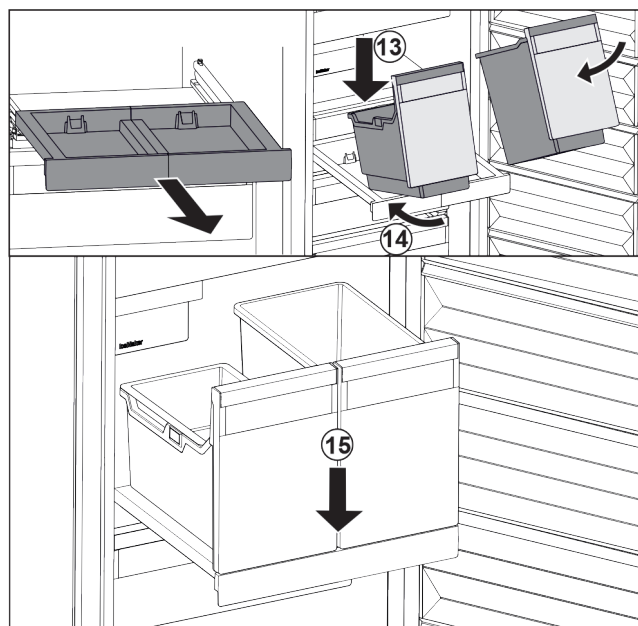

Fig. 47
- Behälter schräg auf das Auszugsbord aufsetzen. Fig. 47 (13)
- Behälter schräg nach hinten einschieben. Fig. 47 (14)
- Behälter vorne absetzen. Fig. 47 (15)